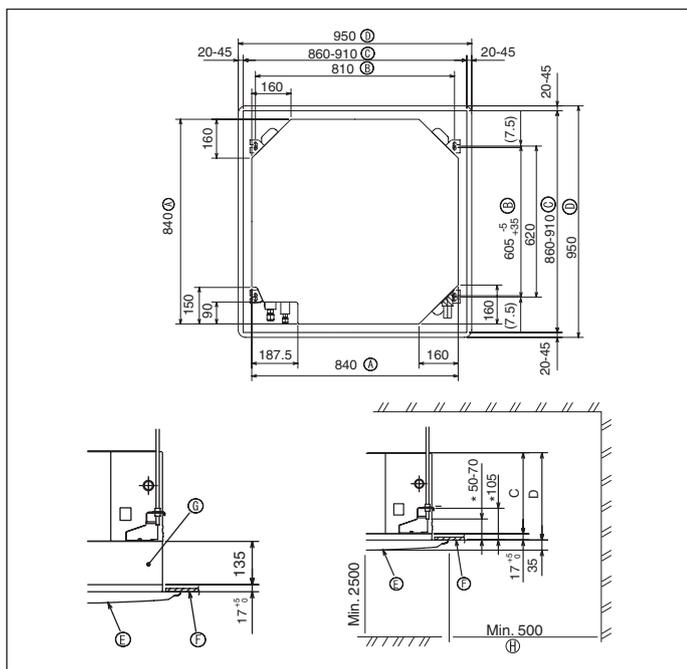

Fig. 3-2
④	Band	8
⑤	Schraube mit Unterlegscheibe (M5 x 25) für Gitteranbringung	4
⑥	Ablaufmuffe	1
⑦	Isolierung	1
⑧	Konusmutter 1/4 F (P60)	1
3.2. Lage der Öffnungen in der Decke und der Befestigungsschrauben für die Aufhängung (Fig. 3-2)
- Die Abmessungen der Deckenöffnung können innerhalb des in Fig. 3-2 dargestellten Bereichs angepaßt werden. Deshalb ist die Hauptanlage in der Deckenöffnung zu zentrieren und sicherzustellen, daß die jeweils gegenüberliegenden Seiten überall den gleichen Abstand aufweisen.